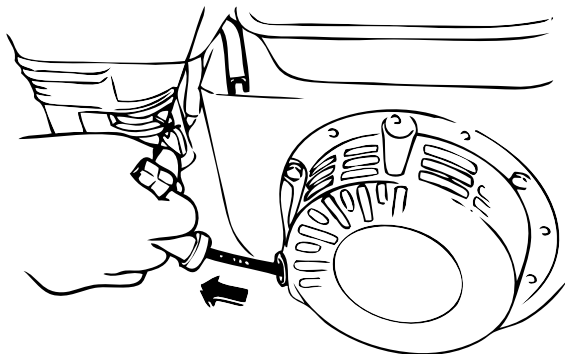

Figura 29. Maniglia starter
10. Afferrare la maniglia dello starter (figura 29) e tirarla lentamente. La resistenza aumenta in alcune posizioni, che corrispondono al punto di compressione. Tirare la maniglia dello starter in modo energico e senza scatti per avviare il motore.